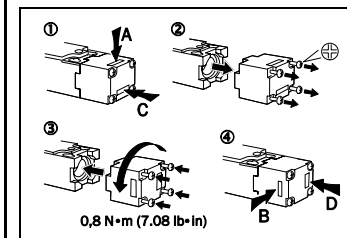

Fig. 4: modificare la direzione di azionamento
- Allentare le viti nella testa dell'interruttore (vedere Fig. 4).